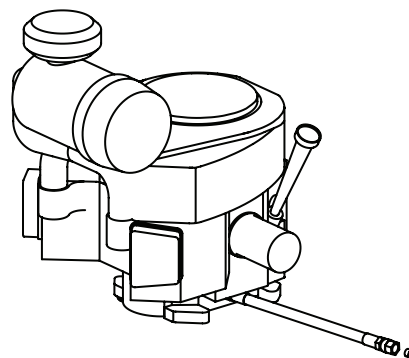

Fig. 35
2. Ubique la manguera de drenaje de aceite del motor (Fig. 35).
- Mientras sostiene el extremo libre de la manguera de drenaje de aceite sobre el recipiente de recolección de aceite, desenrosque el tapón de la manguera del extremo de la manguera (Fig. 35 a la página 66). Drene el aceite del motor dentro del recipiente.